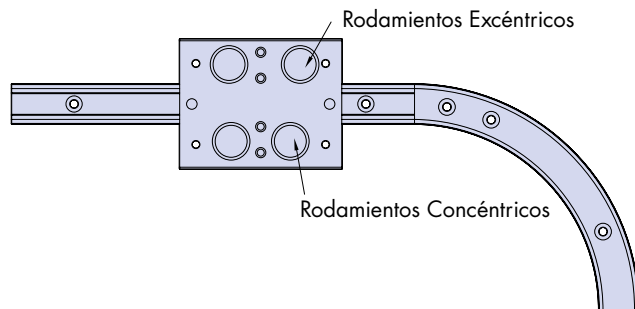

Figura 5.1 Orientación de los carros
5.1 Asegúrese, antes de ensamblar las placas de carro, de que estén orientados correctamente (figura 5.1). En los carros estándar, los rodamientos concéntricos deberán situarse a la parte interior del sistema y con los rodamientos excéntricos, de un espaciado mayor, en la parte exterior.